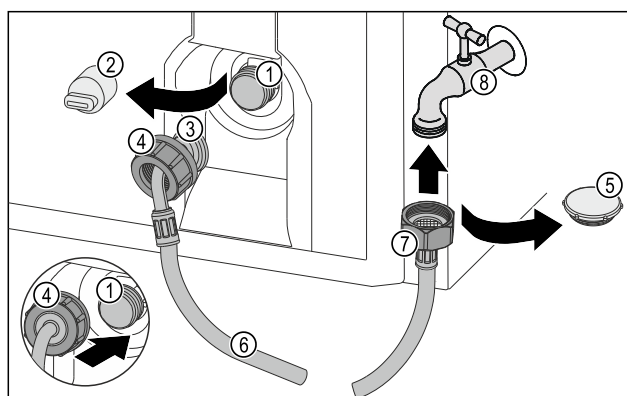

Fig. 15
- ▶ Távolítsa el a zárósapkát Fig. 15 (5).
- ▶ Helyezze fel az egyenes tömlővéget Fig. 15 (7) a vízcsapra Fig. 15 (8).
- ▶ Az óramutató járásának irányában húzza meg az anyát az egyenes tömlővégen Fig. 15 (7).